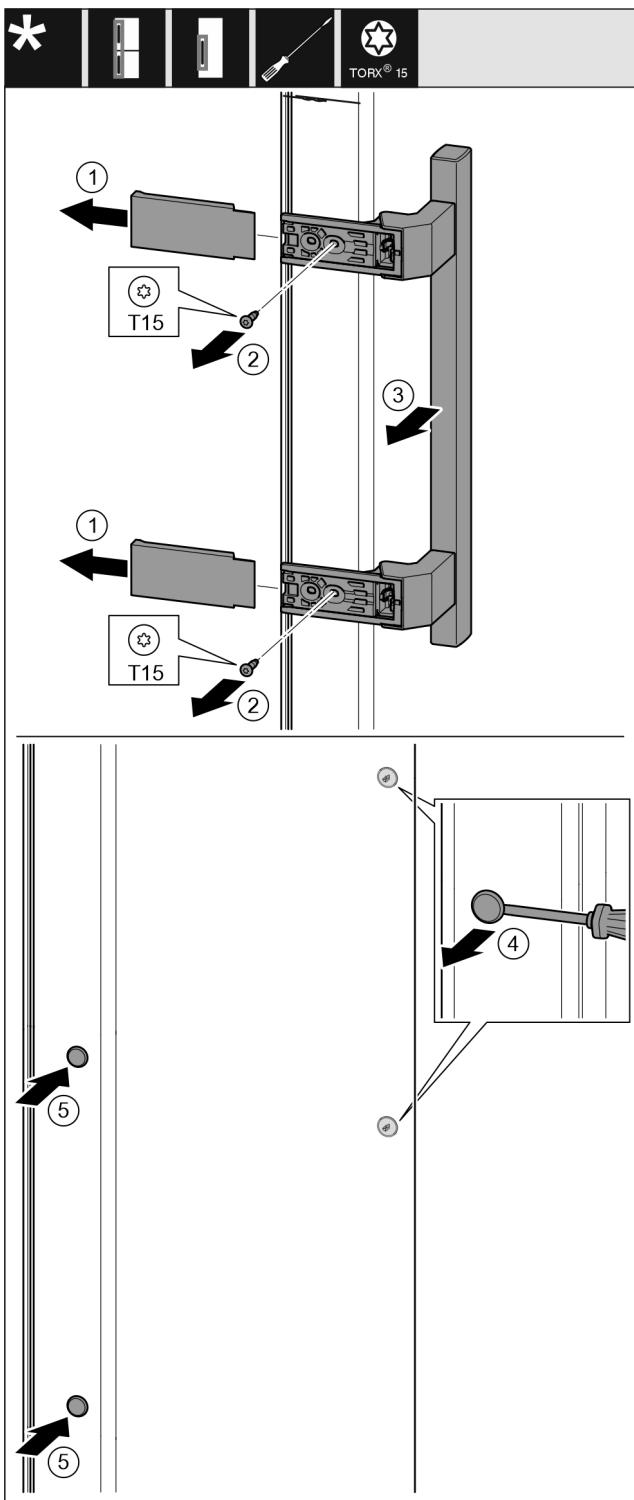

Fig. 17
- Stáhněte kryt. Fig. 17 (1)
- Šroubovákem T15 vyšrouobujte šrouby. Fig. 17 (2)
- Sejměte madlo. Fig. 17 (3)
- Postranní zátku opatrně nadzvedněte plochým šroubovákom a vytáhněte. Fig. 17 (4)
- Zátku opět vložte na druhé straně. Fig. 17 (5)